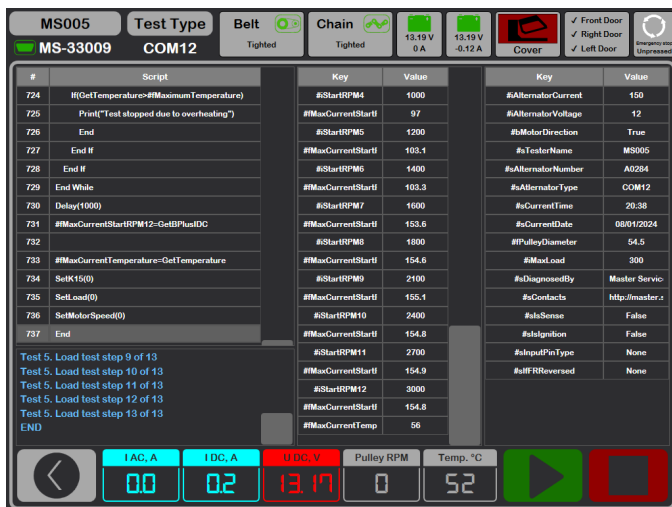

Рисунок 27. Меню режима автоматического теста
6. Для начала теста в открывшемся окне (см. рис. 27) нажмите кнопку . Далее стенд сам проведёт все проверки согласно выбранному скрипту. В случае необходимости процесс теста можно прервать кнопкой .